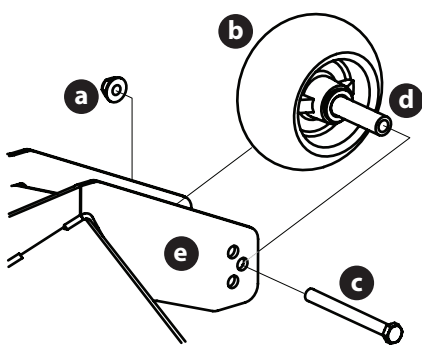

Fig. 48
2. Retirez le contre-écrou (a) qui fixe l'une des roues de jauge avant (b) au plateau de coupe. Retirez la roue de jauge avant (b), la vis hexagonale (c) et l'entretoise (d) (Fig. 48).
3. Insérez la vis hexagonale (c) dans l'un des trois trous de repérage du support de la roue de jauge avant (e) qui permettra à la roue de jauge avant (b) d'avoir un espace de 1/4-1/2 po avec le sol (Fig. 48).
4. Prenez note du trou de repérage de la roue de jauge avant qui vient d'être ajustée (b), et ajustez l'autre roue de jauge avant (b) dans le trou de repérage correspondant de l'autre support de roue de jauge avant (e) (Fig. 48).